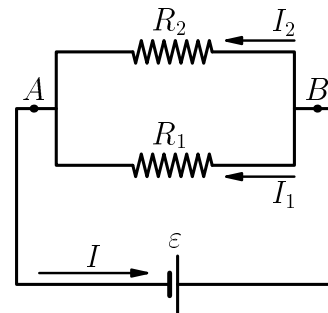

Figura 3: Circuit amb dues resistències en paral·lel.
- Munteu el circuit de la figura 3.